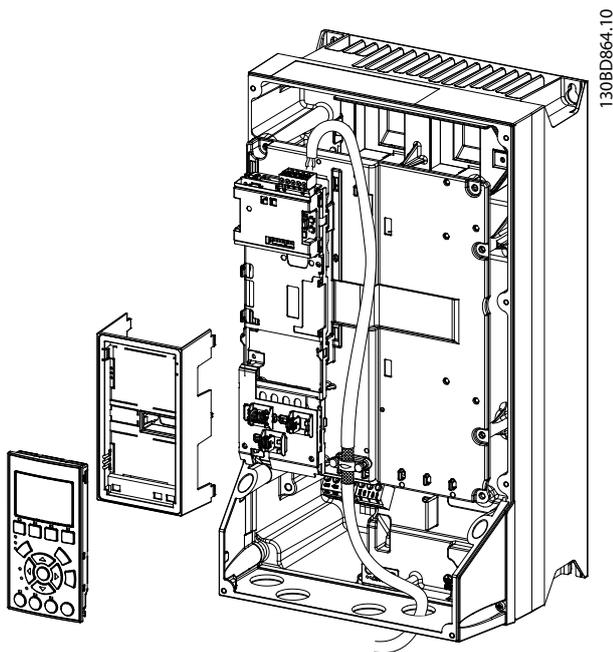

Abbildung 3.11 Verkabelung für Gehäusetypen A4-A5, B1-B4 und C1-C4
5. Befestigen Sie den Kabelschirm mit einer Kabelschelle oder einem Kabelbinder an der Metallgrundplatte, siehe Abbildung 3.11.